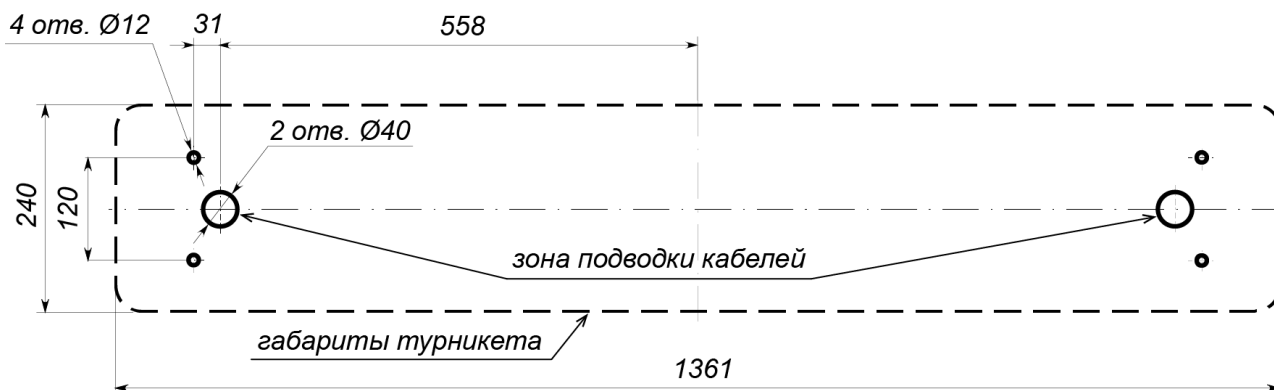

Рисунок 16. Схема разметки для установки стойки турникета
2. Подготовьте в полу отверстия под гильзы анкеров для крепления стойки турникета согласно рис. 16.